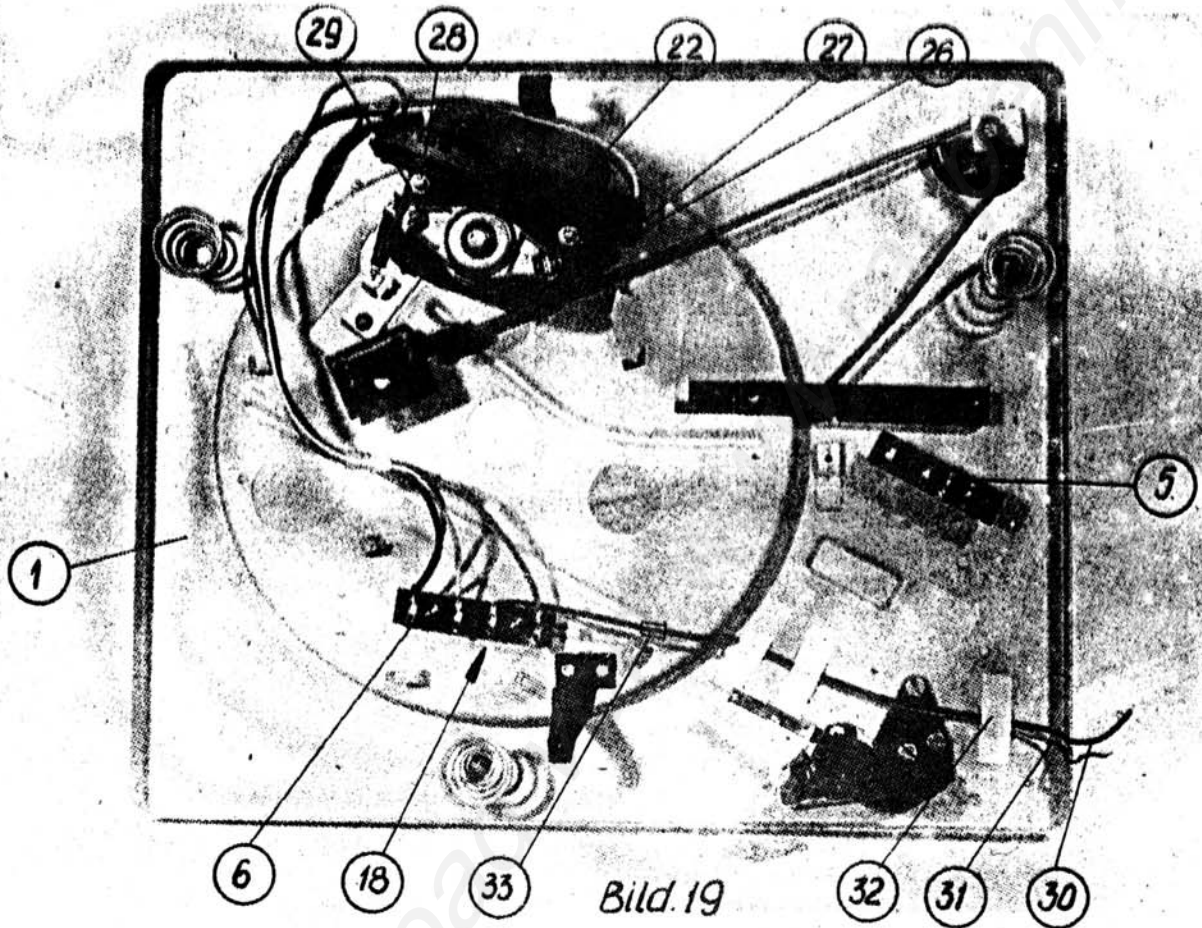

Bild.19
5. Zugfeder /21/20/ von Chassisplatteanzapfung, Sicherungsscheibe 2,3 /19d/20/ entfernen, Scheibe /20/20/ und Zwischenradhebel vollst. 19/20/ von Achse ausnehmen. /Siehe Abb.19 und 20/